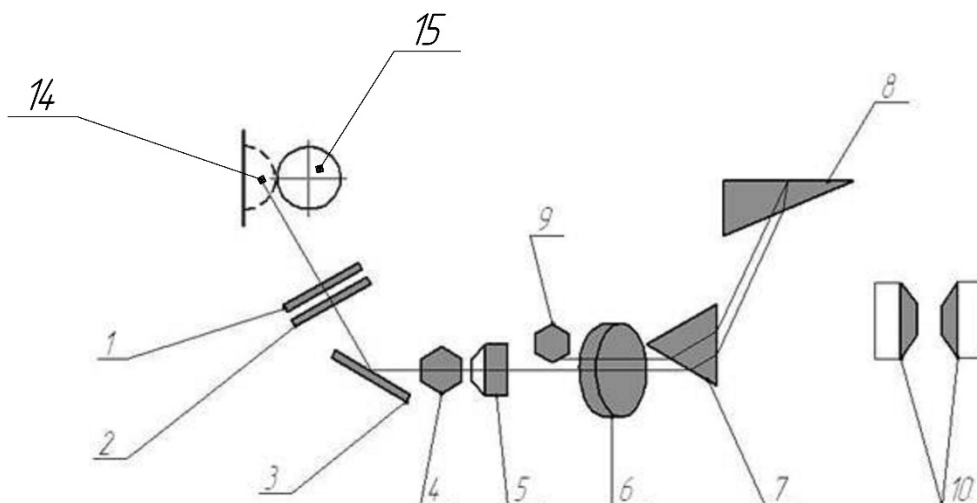

Рис. 1. Оптическая схема стилоскопа
Оптическая схема прибора изображена на рис. 1. Как видно из рисунка, спектральный аппарат представляет собой автоколлимационный спектроскоп. Лучи света от дуги (14) и электрода (15), пройдя через защитные стекла (1 и 2), направляются двумя зеркалами (3) на конденсор (4), который концентрирует их на щель (5) спектроскопа. Прошедший через щель пучок лучей объективом (6) из расходящегося превращается в параллельный и диспергирующими призмами (7 и 8) разлагается в спектр.
Стилоскоп (рис. 1, 3) состоит из головки с осветительной системой и собственно спектрального аппарата.